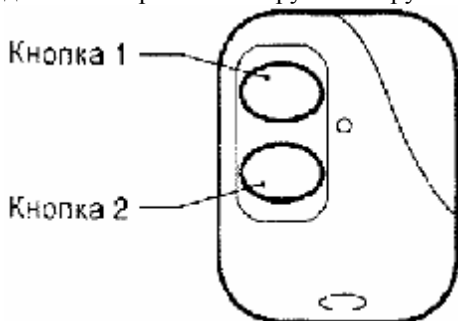

Рис. 10.3. Брелок дистанционного управления.
3. Нажать кнопку 1 (рис. 10.3) электронного брелока. Замки дверей должны закрыться. При этом габаритные огни должны мигнуть один раз. Двери не должны открываться наружными ручками дверей автомобиля.